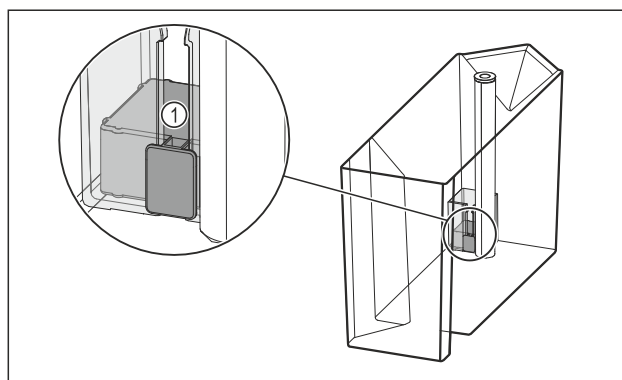

Fig. 111
- Controleer of de vlotter Fig. 111 (1) vastzit.